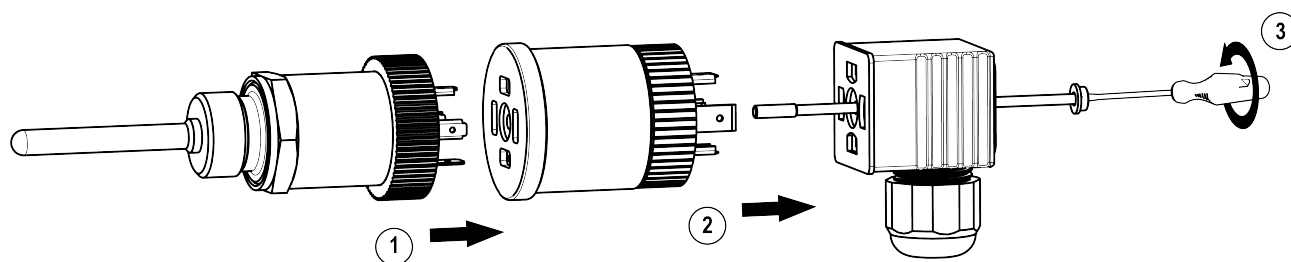

Рисунок 4.3 – Монтаж прибора
- выполнить монтаж прибора в следующем порядке (см. рисунок 4.3): соединить прибор с датчиком (1) и угловым разъемом (2), ввернуть и затянуть винт крепления (3) из комплекта крепежных элементов.